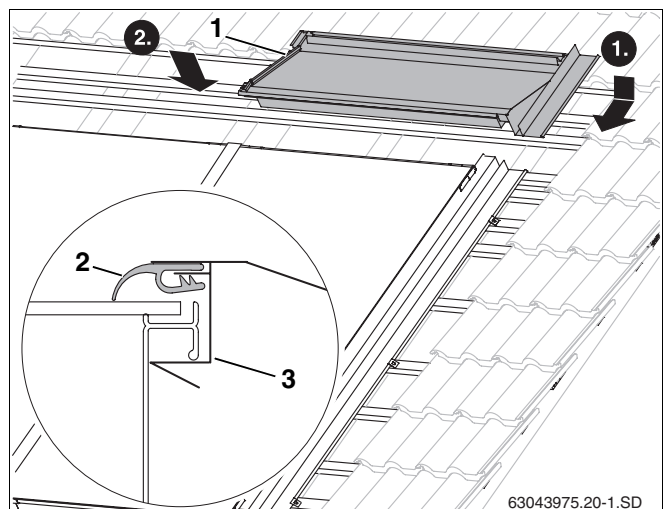

Fig. 56 Chapa de cobertura superior direita
- ▶ Introduzir a chapa de cobertura superior direita (fig. 56, **item 1**) na chapa de cobertura lateral direita.
- ▶ A chapa encaixa, por meio de pressão em cima na chapa de cobertura, por baixo da pega da moldura do colector (fig. 56, **item 3**).
- ▶ Colocar o ressalto de borracha (fig. 56, **item 2**) oem cima sobre o colector e puxar à frente.